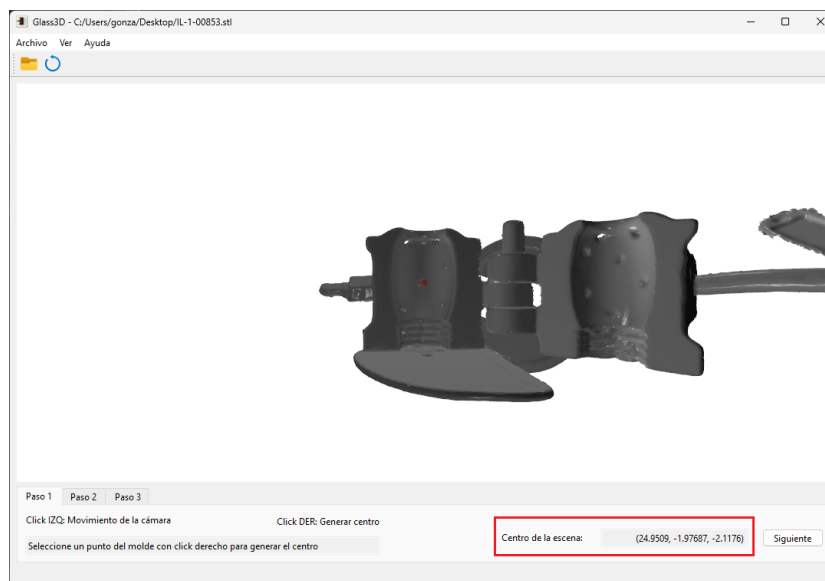

Figura 4: Definir centro: Comprobar centro generado
2. Comprobar la posición del centro generado. Figura 4